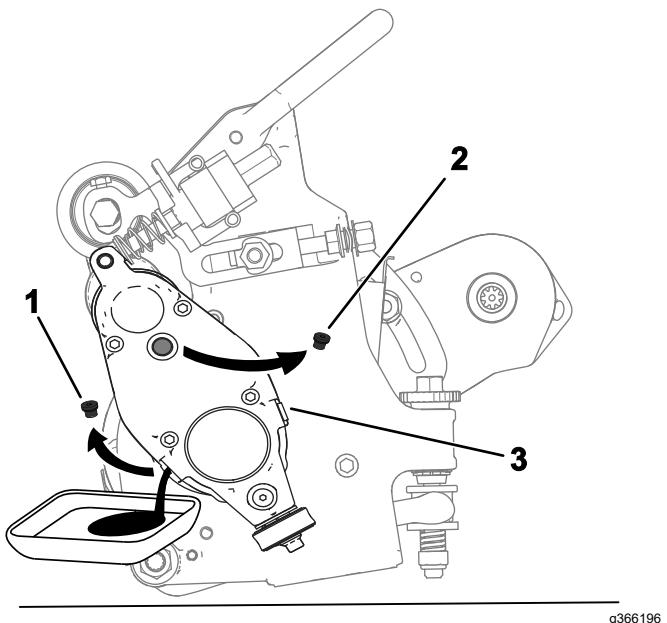

Bild 23
5. Kippen Sie das Mähwerk nach hinten (siehe Bild 23), bis der Ablassanschluss unten ist, um ein vollständiges Ablassen zu gewährleisten.